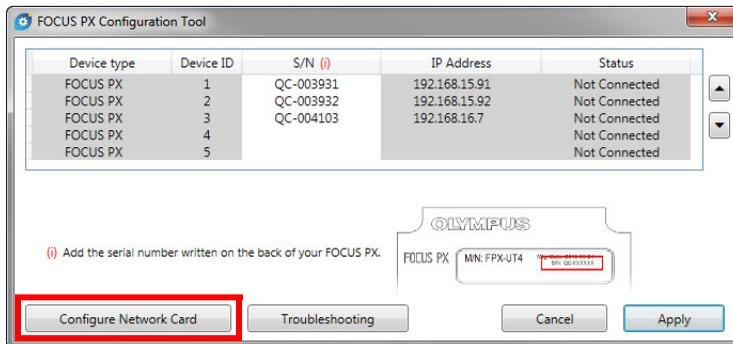

Figura 5-2 Avvio della configurazione della scheda di rete
3. Cliccare su **Configure Network Card** (Configura scheda di rete) [vedi Figura 5-2 a pagina 20].